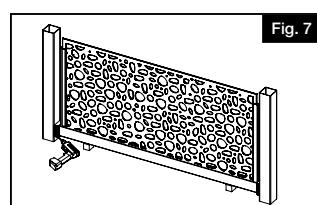

Fig. 7
- c. S'assurer que le support est centré sur le poteau. Puis, au moyen d'un foret de 1/8 po (3,2 mm) percer un avant-trou pour la première vis de support du bas à travers le trou du support jusque dans le poteau (utiliser les quatre trous des coins extérieurs) (Fig. 7).